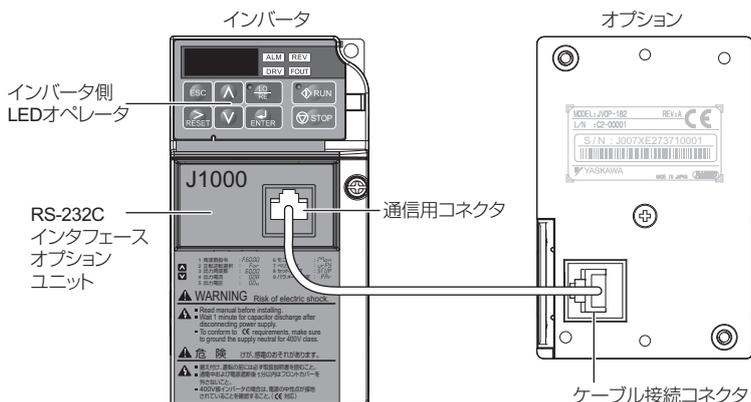

図 15 オプションとインバータの接続
1. 制御盤のオプションを取り付ける面に加工を施します。制御盤加工寸法は図 15 を参照してください。